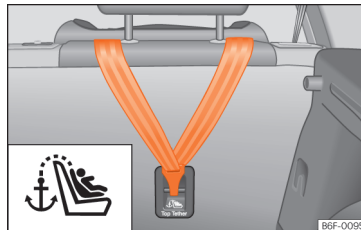

Abb. 41 Rückseite der Rücksitzbank: Halteösen für den Top Tether Haltegurt.
- Den Haltegurt verschieben und ordnungsgemäß an der Verankerung des hinteren Teils der Rückenlehne befestigen **>>>** (Abb. 41).